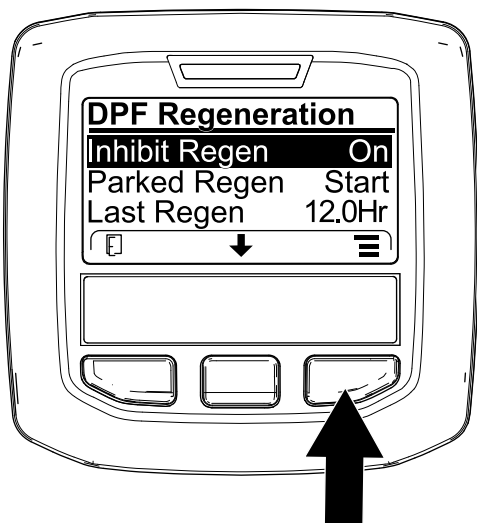
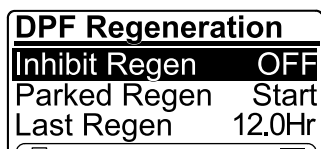

图 48
图 49
1. 访问 DPF Regeneration DPF 再生菜单按中间按钮向下滚动至 INHIBIT REGEN 禁止再生选项然后按右侧按钮选择 Inhibit Regen 禁止再生条目图 48。
2. 按右侧按钮将禁止再生设置从 On 打开更改为 Off 关闭图 48 或从 Off 关闭更改为 On 打开图 49。